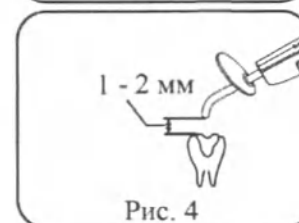

Рис. 4
- 2) Поднесите световод к обрабатываемой поверхности на расстояние 1-2 мм (Рис. 4);